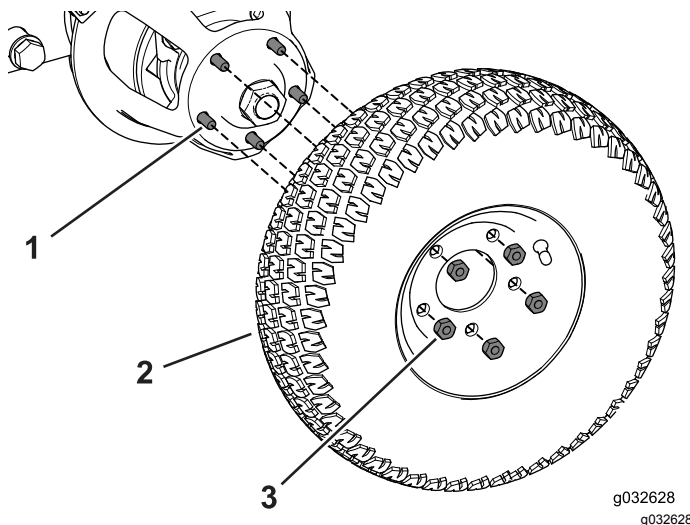

図 83
1. ハブにホイールを取り付ける図 83。
2. ラグナットでホイールをフレームに固定する図 83。